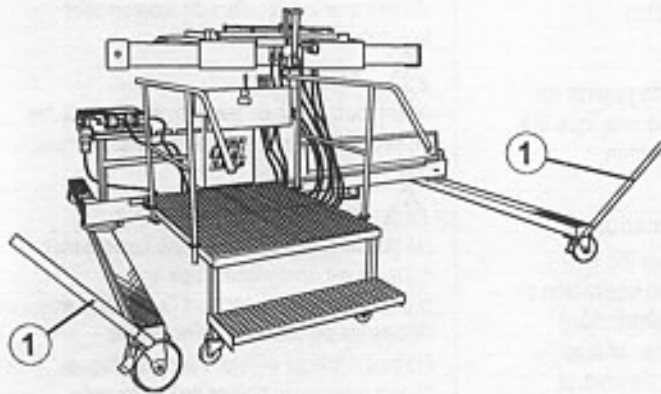

Bild 35 / Fig. 35
- ⇒ Using the manoeuvring levers (fig. 35, pos. 1), move the TP EM III machine to the side of the tyre.
- ⇒ Approcher l'appareil TP EMIII du flanc du pneu à l'aide des leviers de manoeuvre (fig.35, pos.1).
- ⇒ TP EM-3 Gerät mit den Bedienungshebeln (Bild 35, Pos. 1) seitlich an den Reifen heranzuführen.